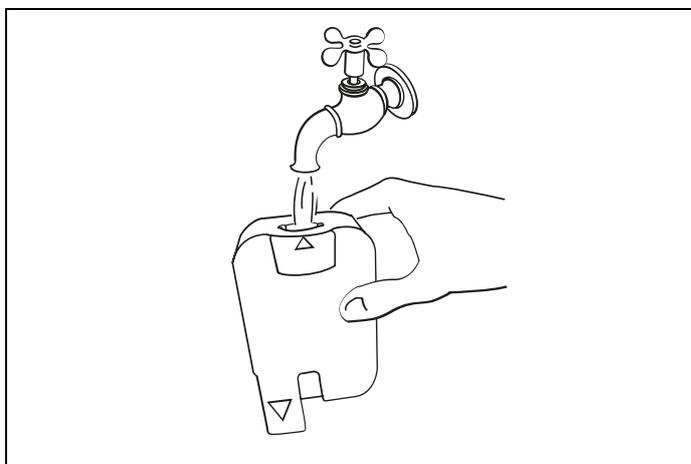

Fig. 54
- Rincez l'intérieur de l'emplacement de la molette de réglage de la mousse (Fig. 54) et le trou du connecteur du mousser à lait à l'eau courante.